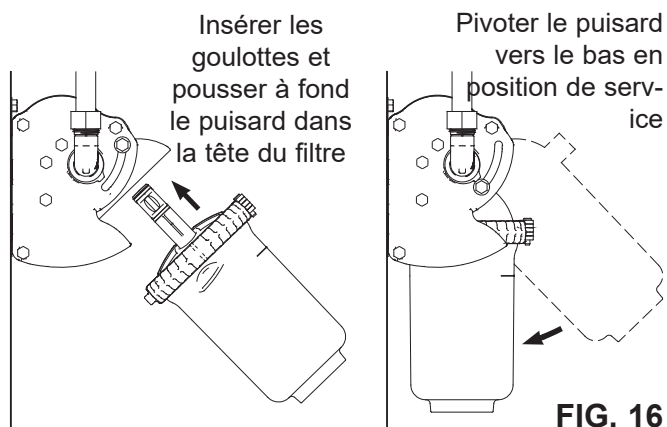

FIG. 16
**N. B. :** Pour éviter un écoulement d'eau imprévu de la tête du filtre, ne pas faire pivoter la tête vers le bas (position de service) si le puisard et la cartouche filtrante de remplacement ne sont pas en place (cf. Figure 16).
10. Pousser le puisard à fond dans la tête en insérant les offices du filtre dans les logements correspondants de la tête (cf. Fig. 16).